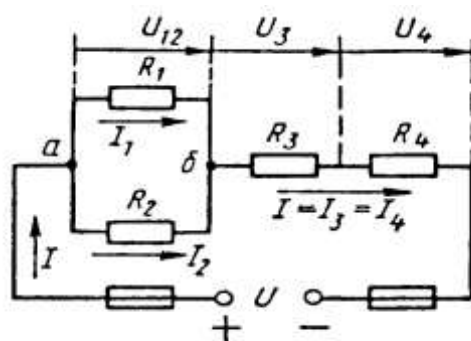

Рис. 1
Условие задачи. Цепь постоянного тока со смешанным соединением состоит из четырех резистором. Заданы схема цепи (рис. 1), значения сопротивлений резисторов:
2) обозначим токи  $I_1, I_2, I_3, I_4$  на (рис. 1) стрелками и определим их значения из формулы мощности:
<p>Объясним некоторые способы проверки результатов решения.</p> <p>Применение первого закона Кирхгофа.</p> <p>Формулировка закона: алгебраическая сумма токов в узловой точке равна нулю. Математическая запись для узла б схемы цепи рисунок 1:</p> $I_1 + I_2 = I \text{ или } I_1 + I_2 - I = 0$ <p>Применение второго закона Кирхгофа.</p> <p>Формулировка закона: во всяком замкнутом контуре электрической цепи алгебраическая сумма ЭДС <math>\sum E</math> равна алгебраической сумме падений напряжений <math>\sum I \cdot R</math> на отдельных сопротивлениях этого контура.</p> <p>В замкнутом контуре (рис. 1) приложенное напряжение <math>U</math> (аналогично ЭДС при внутреннем сопротивлении источника тока, равном нулю) и падения напряжения</p> $U_{12} = I \cdot R_1; U_3 = I \cdot R_3 \text{ и } U_4 = I \cdot R_4$ <p>Обходя контур по направлению тока (в данном случае по часовой стрелке), составим уравнение по второму закону Кирхгофа:</p> $U = U_{12} + U_3 + U_4$ <p>Подсчет баланса мощности. Общая мощность цепи равна сумме мощностей на отдельных резисторах.</p> <p>Для схемы цепи (рис. 1) <math>P = P_1 + P_2 + P_3 + P_4</math>: так как <math>P = I^2 \cdot R</math> или <math>P = U^2/R</math>, то <math>P = I^2 R_1 + I^2 R_2 + I^2 R_3 + I^2 R_4</math> или</p> $P = U^2_{12}/R_1 + U^2_{12}/R_2 + U^2_3/R_3 + U^2_4/R_4.$ <p>Если проверку решения проводить путем сравнения результатов решения другими способами, то в данном случае вместо определения тока из формулы <math>P = I^2 \cdot R_{эк}</math> можно было найти напряжение</p> $U = \sqrt{PR_{эк}} \text{ из } P = U^2/R_{эк},$ <p>а затем <math>I = U/R_{эк}</math> по формуле закона Ома.</p> <p>Критерии оценки: - точность расчетов; объем выполненных заданий, оформление.</p>